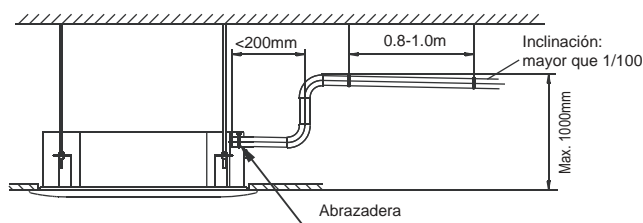

Fig.6-2
7) En caso de que la salida de la tubería de drenaje sea más alta que salida de agua del cuerpo principal, la tubería de drenaje se debe ajustar hacia arriba verticalmente usando el conjunto de conexión de la salida de agua. La altura de la tubería de drenaje no debe ser superior a la bandeja de condensados más de 750 mm, si hay mucho retorno durante el apagado puede provocar desbordamiento (vea la Fig.6-2).